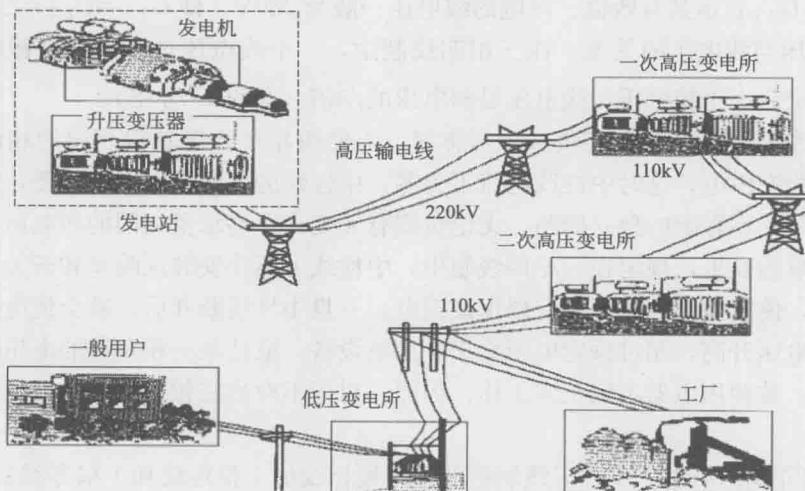

图1-4 输电电路
(1) 发电。电能的生产即发电,生产电能的工厂称为发电厂。发电厂是把其他形式的能量转变成电能的场所。所有的发电方式都是靠动力产生磁场,至于动力的来源则有很多种。发电厂的种类很多,一般根据它所利用能源的不同分为火力发电厂、水力发电厂和原子能发电厂。此外,还有风力发电厂、潮汐发电厂、太阳能发电厂、地热发电厂等。
(2) 输电。电能的输送简称输电。输电的距离越长,输送容量越大,则要求输电的电压越高。一般情况下,输电距离在50km以下时采用35kV电压,输电距离在100km左右时采用110kV电压,输电距离在2000km以上时采用220kV或更高的电压,如图1-4所示。